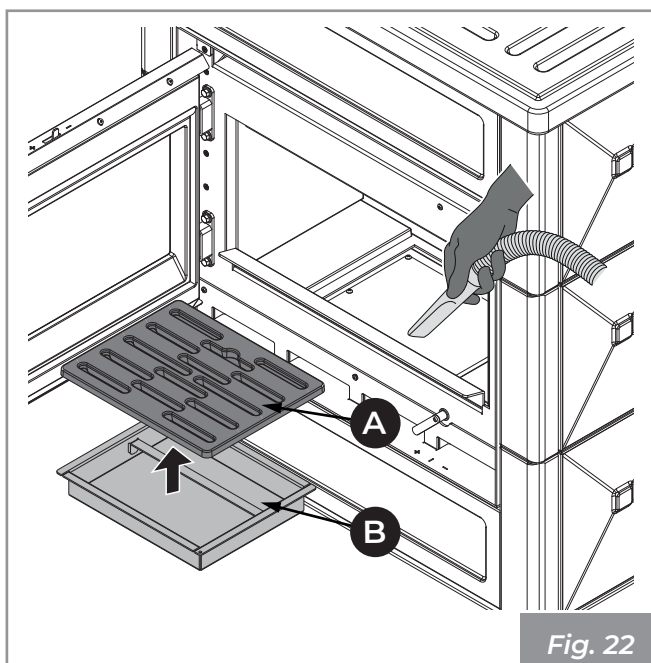

Fig. 22
- 1) Nettoyer soigneusement la grille (A) (Fig. 22). La retirer et effectuer le nettoyage du foyer en utilisant une balayette (non fourni) en faisant convoyer les résidus de la combustion dans le tiroir des cendres.
- 2) Retirer le tiroir à cendres (B) de la base et aspirer les cendres déposées dans les compartiments situés en dessous (Fig. 22).